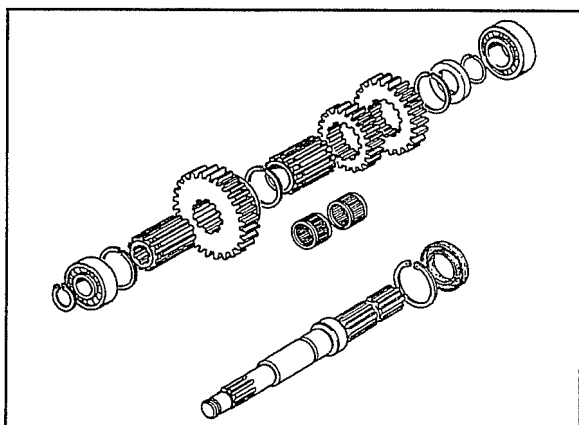

Fig. 19
8. La fig. 19 illustra l'ordine dei particolari montati sull'albero della presa di forza indipendente.